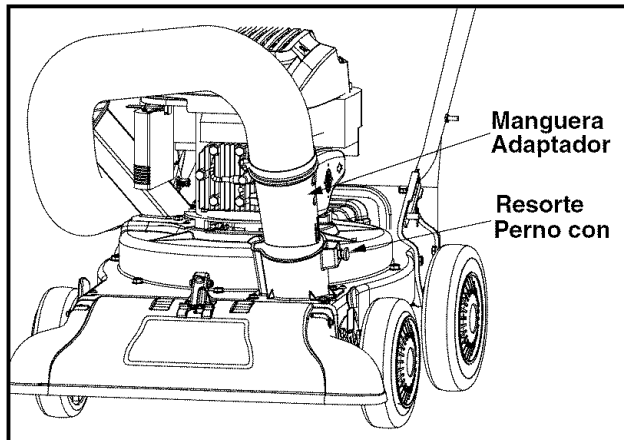

Figure 4
- Deslice el adaptador para manguera del montaje de la misma hacia el interior del adaptador base ubicado a la izquierda y al frente de la aspiradora para patios. Ver Figure 4.
- Conecte la manija de la manguera ubicada cerca del extremo con pico de la misma al soporte lateral de la manija superior. Consulte Figure 4.